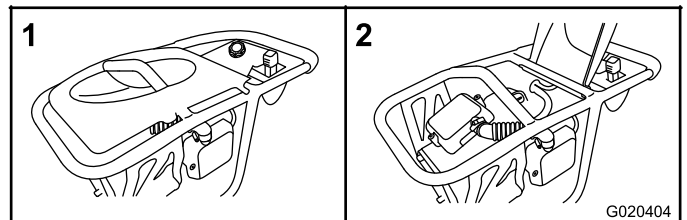

Figure 15
1. Ouvrez le couvercle de la machine (Figure 15).